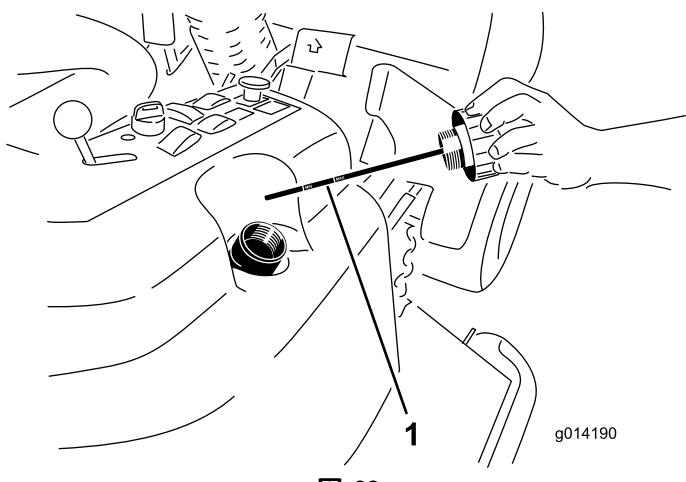

図 62
2. 油圧オイル補給口のキャップ(図 62)を取り。
3. ディップスティックを抜き、ウェスで一度きれいに拭く(図 62)。
4. もう一度首まで完全にねじ込んでから抜き、オイルの量を点検する(図 62)。